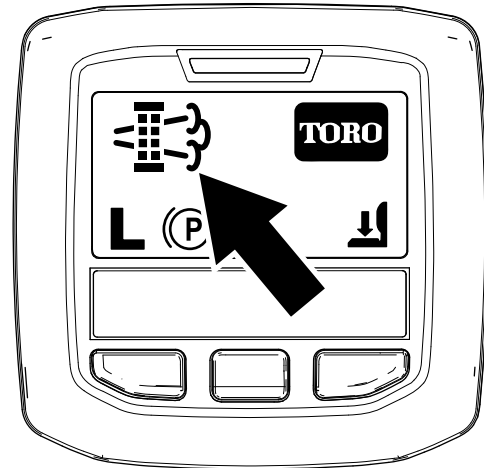

Figura 74
- Cuando el ordenador del motor solicita una regeneración con la máquina aparcada o una regeneración de recuperación, aparece el icono de solicitud de regeneración (Figura 74) en el InfoCenter.